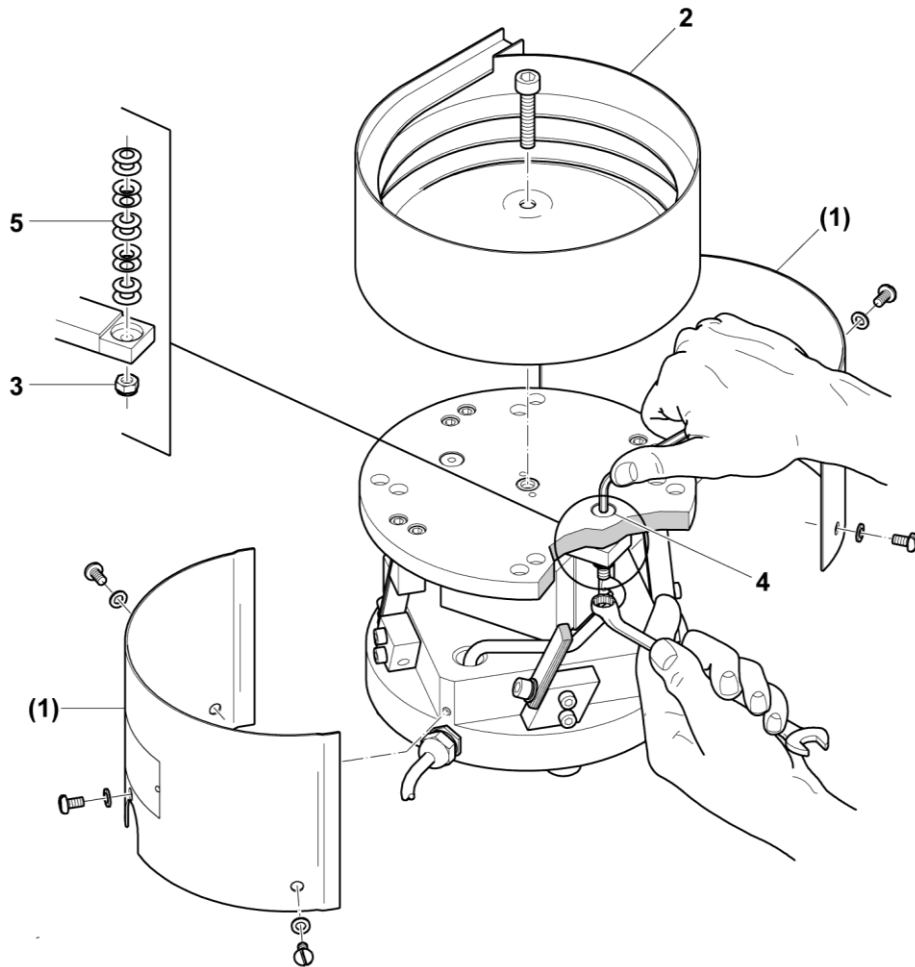

Abbildung 19
1. Verschalung (1) entfernen (siehe Abbildung 19).
2. Fördertopf (2) entfernen (siehe Abbildung 19).
3. Ringschlüssel (Größe 8) an der Sechskantstopfmutter (3) ansetzen und mit einem Inbusschlüssel (Größe 3) die Senkkopfschraube (4) in die gewünschte Richtung gegen die Tellerfedern (5) drehen (siehe Abbildung 19).
5. Verschalung (1) und Fördertopf (2) montieren (siehe Abbildung 19).